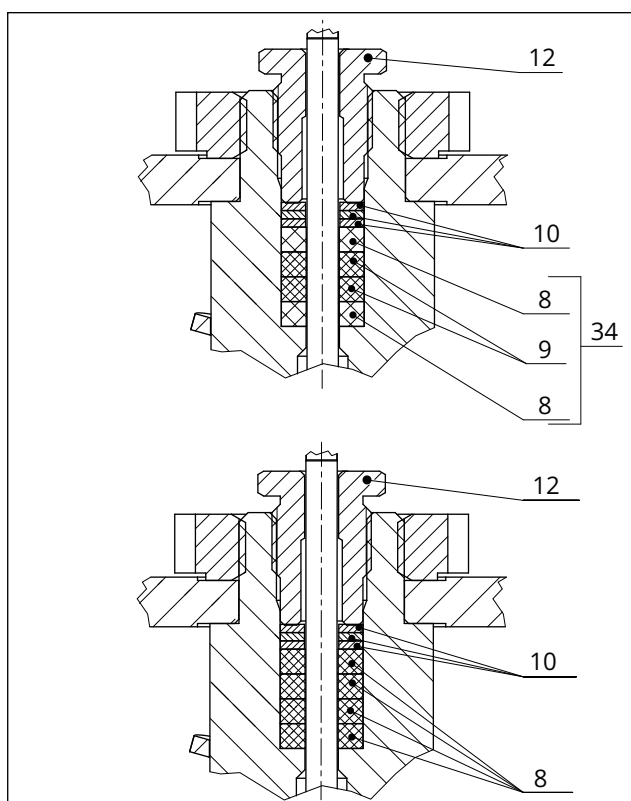

Fig. 12 : Garnitures de presse-étoupe ajustables : joints composite PTFE et PTFE blanc (en haut) · Joints PTFE blanc (en bas)
Cf. Fig. 9 et Fig. 12
1. Desserrer l'écrou cannelé (11) sur la vanne. Retirer l'arcade à colonnes (13) de la pièce intermédiaire (4).
2. Dévisser les écrous hexagonaux (20) et défaire les coupelles d'accouplement.
3. Dévisser complètement le fouloir (12).
7. Insérer avec précaution les pièces du presse-étoupe dans leur logement à l'aide d'un outil approprié en les faisant passer par-dessus la tige de clapet. Veiller à les remonter dans le bon ordre, cf. Fig. 12.
8. Visser le fouloir (12) jusqu'en butée. Respecter les couples de serrage prescrits.
- Exécution avec pièce d'isolement :** placer la douille d'accouplement (A27.2) sur l'extension de la tige de clapet (22).
10. Visser les écrous hexagonaux (20) et serrer à fond. Respecter les couples de serrage prescrits.
11. Placer l'arcade à colonnes (13) sur la pièce intermédiaire (4) et la fixer à l'aide de l'écrou cannelé (11). Respecter les couples de serrage prescrits.